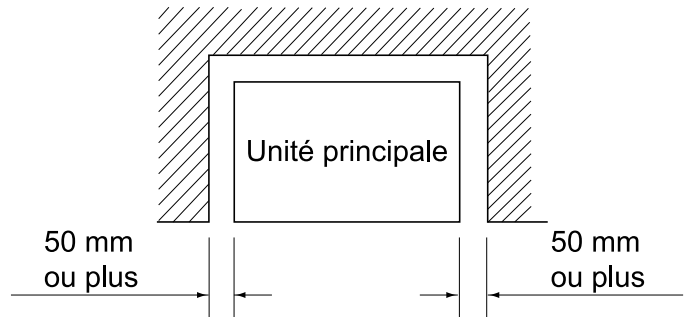

Fig. 2
(1) Choisissez un lieu d'installation remplissant les conditions suivantes et approuvé par votre client.
- Où rien ne bloque l'entrée et la sortie d'air et où un espace suffisant pour l'entretien et la réparation est assuré. **(Reportez-vous à la Fig.2)**